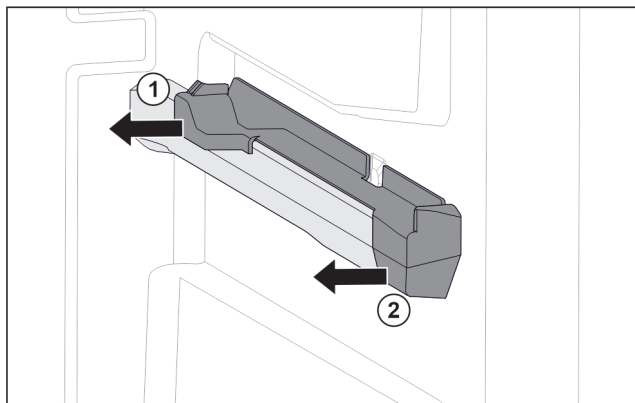

Fig. 146 Element nasadzany na prawym żebrze pojemnika
- ▶ Odciągnąć element nasadzany z tyłu w bok. Fig. 146 (1)
- ▶ Odciągnąć element nasadzany z przodu w bok. Fig. 146 (2)